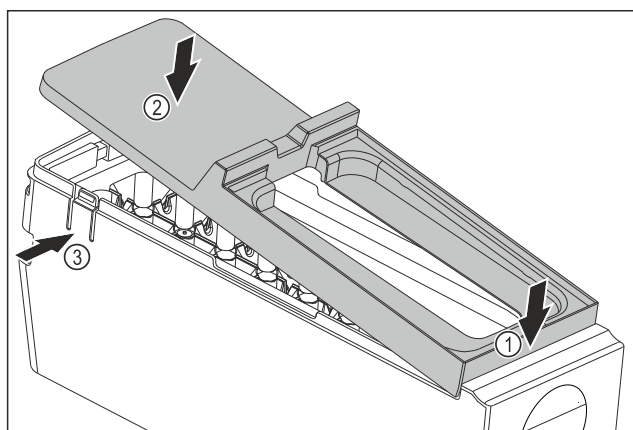

Fig. 120
- ▶ Montera skyddet på EasyTwist-Ice-enheten: Sätt in skyddet framtill. Fig. 120 (1)
- ▶ Sänk ned skyddet baktill. Fig. 120 (2)
- ▷ Skyddet hakar hörbart i båda skenorna Fig. 120 (3).